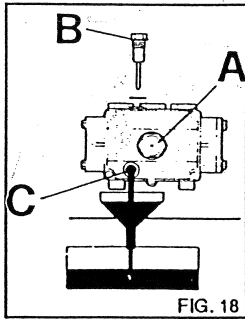

FIG. 18
1) Den Ablasspropfen, der sich unter der Pumpe befindet, abschrauben (Abb. 18 C).